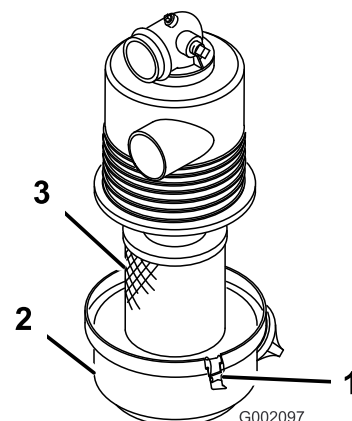

Figura 24
2. Inspeccione la carcasa del limpiador de aire por si hubiera daños, que podrían causar una fuga de aire. Asegúrese de que la tapa hace un buen sello alrededor de la carcasa del limpiador de aire (Figura 24).
3. Abra los enganches que sujetan la tapa del filtro de aire a la carcasa del filtro de aire (Figura 24).
4. Separe la tapa del filtro de aire de la carcasa del filtro de aire, y limpie el interior de la tapa (Figura 24).